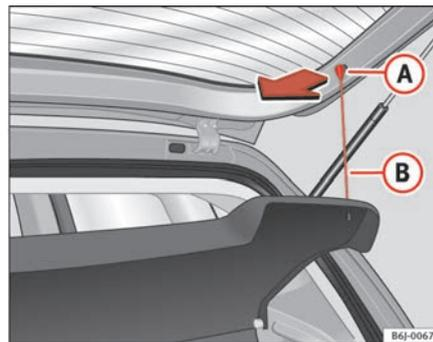

Fig. 86 Bandeja portaobjetos
- Desenganche los tirantes ⇒ fig. 86 B de los alojamientos A.